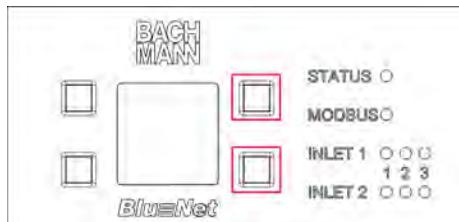

Fig. 83 : Écran avec boutons de commande
1. ➤ Appuyer sur les deux boutons situés à droite à côté de l'écran et les maintenir enfoncés (Fig. 83 /indiqués en rouge).
4. ➤ Relâcher les deux boutons à droite à côté de l'écran (Fig. 83 /indiqués en rouge).